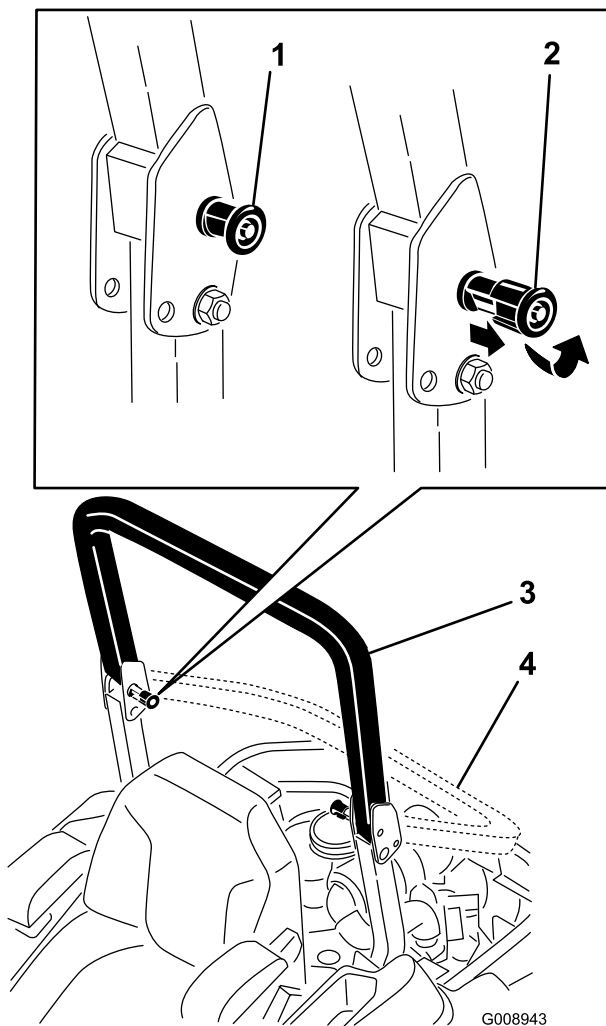

Bild 7
2. Ziehen Sie die zwei Handräder heraus und drehen sie um 90°, damit sie nicht eingerastet sind (Bild 7).
3. Senken Sie den Überrollbügel ab (Bild 7).
4. Zum Hochklappen des Überrollbügels heben Sie ihn an und drehen die Handräder so, dass sie teilweise in den Schlitzen sitzen (Bild 7).
5. Klappen Sie den Überrollbügel ganz hoch und drücken Sie gleichzeitig am oberen Überrollbügel; die Stifte rasten ein, wenn die Löcher mit den Stiften ausgefluchtet sind (Bild 7). Wenden Sie Druck auf den Überrollbügel an, um sicherzustellen, dass die Stifte eingerastet sind.